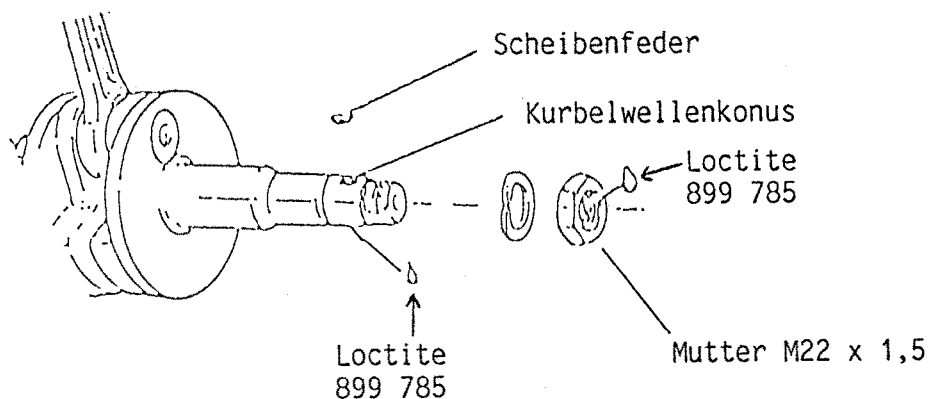

Bild 5
- 1.3. 6kt-Mutter M22 x 1,5 abschrauben (Bild 5).
- 3.2. Scheibenfeder auf Kurbelwellenkonus montieren (Bild 5).